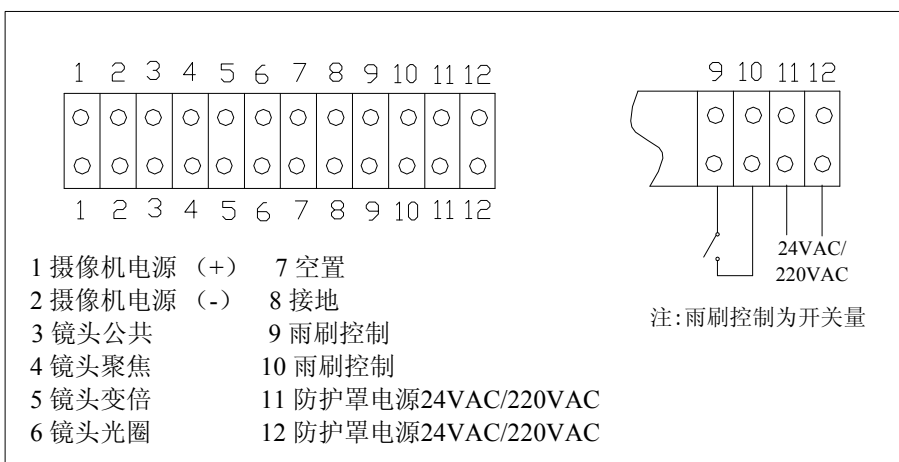

图 2
6. 将摄像机同步线连接，摄像机镜头线、电源线与接线端子连接，见图 2。